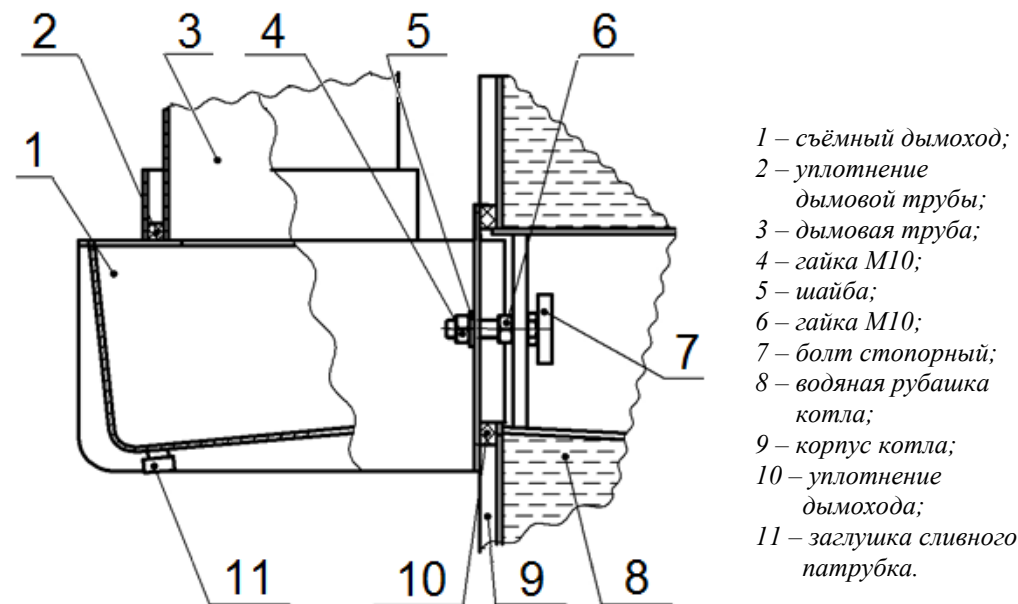

Рисунок 2. Установка дымохода на котел.
2. Вставить болты 7 в проушины (см. рис.2). Навернуть гайки 6 не затягивая.
Конденсат периодически сливать, отвернув заглушку 11 (см. рис. 2).